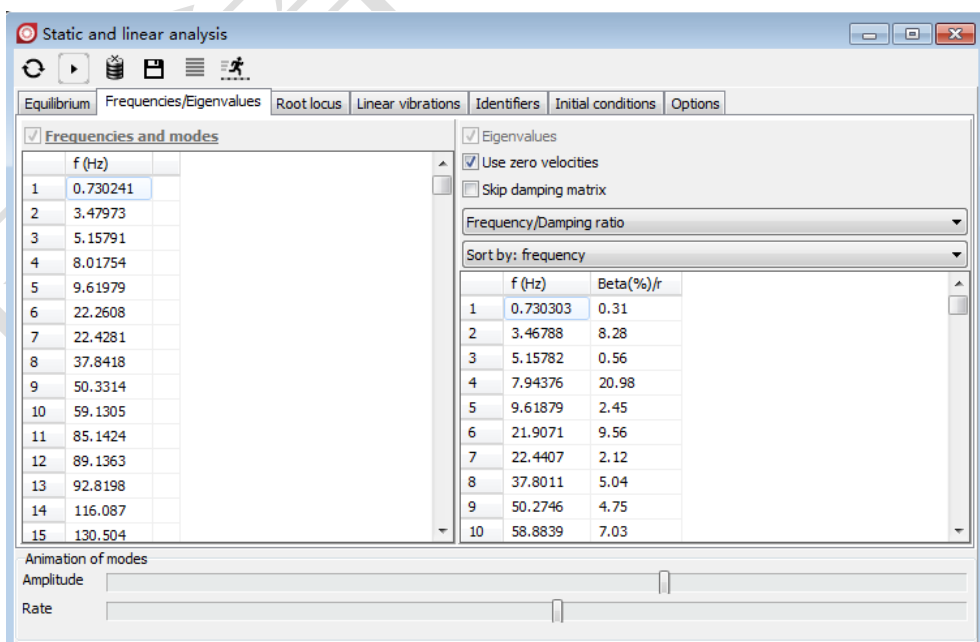

图 2-127
- 15) 勾选左侧的 **Frequencies and modes** 和右侧的 **Eigenvalues**，点击按钮 ，可计算系统的各阶固有模态的频率及阻尼比，如图 2-127（左侧无阻尼，右侧有阻尼）。